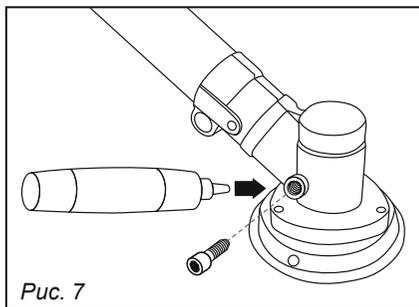

Рис. 7
7.2. Корпус редуктора (рис. 7)